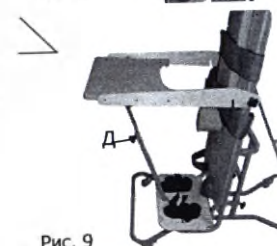

Рис. 9
5) Регулировка столика по углу наклона (рис.4, с.4, рис.9)